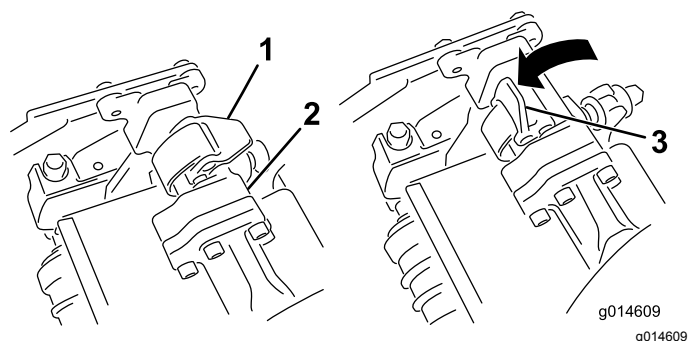
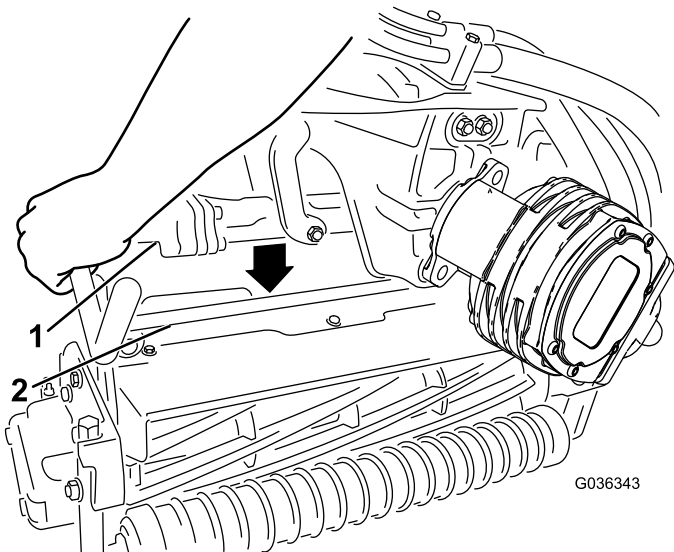

Figura 45
Figura 46
4. Com os fechos na barra do braço de suspensão a apontar para cima (i.e. abertos) (Figura 45), empurre o braço de suspensão para baixo de forma a que a barra passe pela barra através da parte superior da unidade de corte (Figura 46).
5. Feche os fechos para baixo e em redor da barra da unidade de corte e bloqueie-os no sítio (Figura 45).
5. Abra os fechos na barra do braço de suspensão da unidade de corte que está a remover (Figura 45).